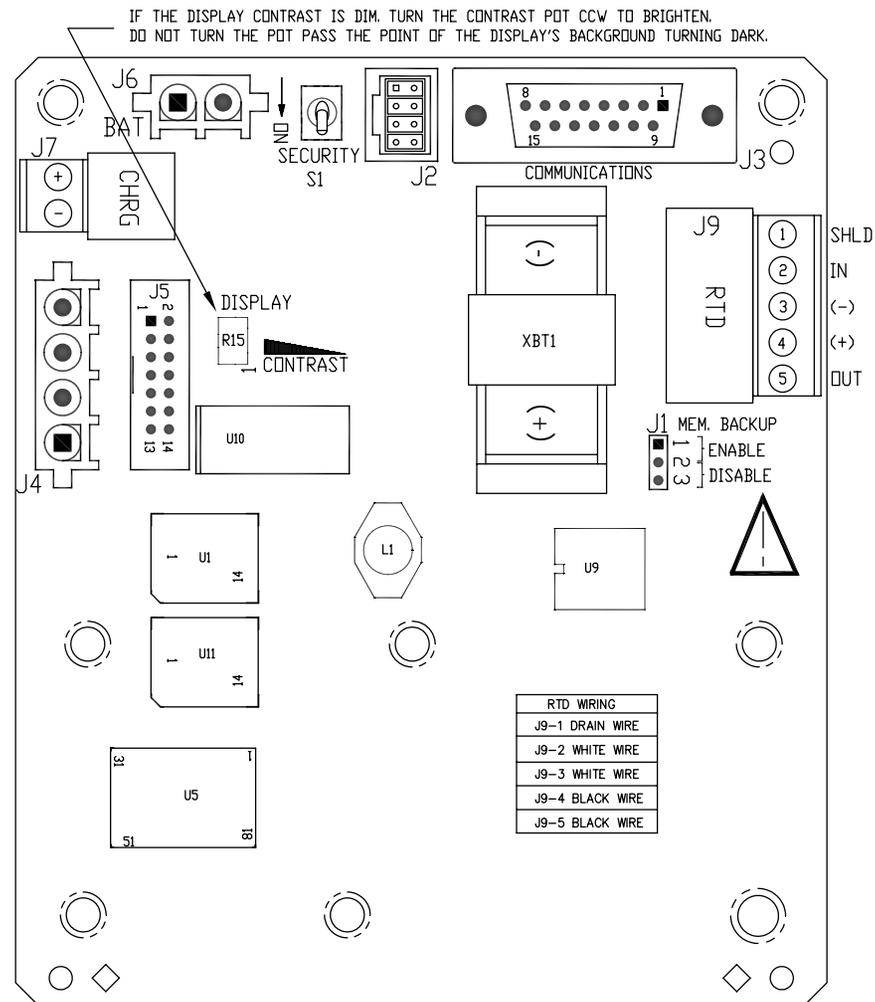

Figura 5 (Layout da Placa do μ FLO)
7. Instale o RTD e ligue a fiação ao bloco do conector J9 na placa do XFC. A placa do XRC não tem entradas RTD. (Ver Figura 5)
8. Verifique se o Memory Backup (Backup de Memória) está Enabled (Ativado). É o J1, terminais 1 & 2. (Ver Pág. 7 e Figura 5)
9. Monte e conecte uma *bateria totalmente carregada* ao conector J6 da bateria. (Ver Pág. 7 e Figura 5)
Retire a porca, o anel de vedação e o anel isolante de borracha do conector de corda. Deslize a porca, o anel de vedação e o anel isolante sobre o cabo RTD e insira o cabo no corpo do conector de corda. Deixe o cabo suficiente para estender para dentro da unidade, para conectar os fios ao bloco terminal J9. (Ver Figura 5)
5. Conecte a sonda do RTD ao conector RTD do μ FLO, como segue: antes de fazer as conexões com o bloco terminal, remova os bornes de aleta se estiverem acoplados, e corte as extremidades dos fios novamente com 1/4". Remova o bloco terminal J9 da placa dos componentes eletrônicos principais do μ FLO. (Ver Figura 5)
3. Acople o conector do pacote de bateria ao conector J6 da bateria da placa dos componentes eletrônicos principais. (Ver Figura 5)
1. Verifique se o *Memory Backup* está definido como Enabled com um jumper sobre os dois pinos superiores (1 & 2) do J1. O J1 está localizado bem abaixo e um pouco à esquerda do conector RTD. (Ver Figura 5)
8. O cabo de força do Painel Solar é ligado aos terminais de entrada do Carregador do J7 (Ver Figura 5). Remova um dos plugues macho do compartimento do μ FLO e instale o conector de corda. Retire a porca, anel de vedação e anel isolante de borracha desse conector. Deslize a porca, anel de vedação e anel isolante sobre o cabo e insira o cabo através do corpo do conector de corda. Deixe cabo suficiente para estender unidade adentro, para conexão com os terminais +/- de entrada do Carregador.